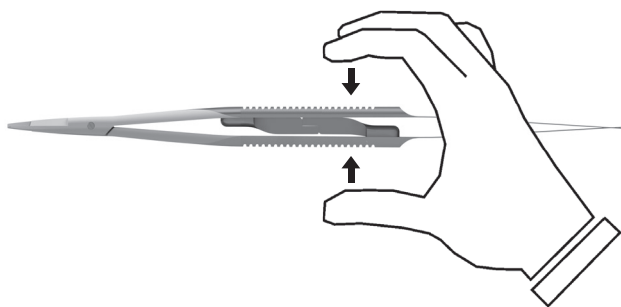

Abb. 2
- Drücken Sie die Griffteile bis zum spürbaren Einrasten, zusammen (siehe Abb. 2).
- Öffnen Sie das Instrument mit Federgriff wie in Abb. 2 und 3 beschrieben.